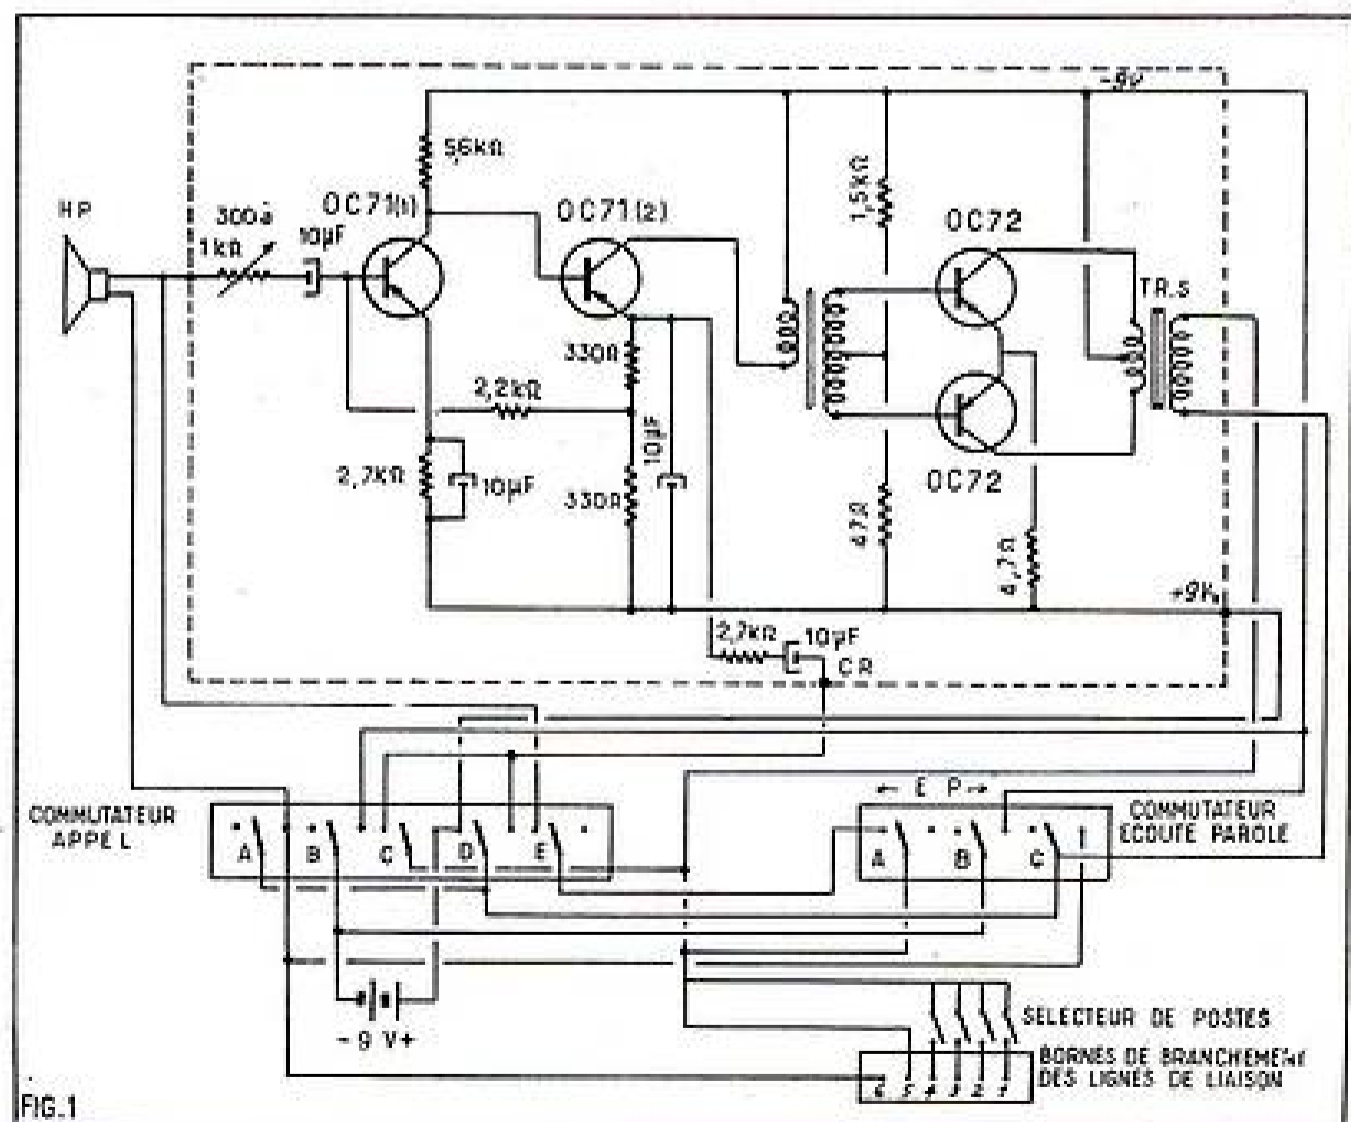

FIG. 1
Le schéma d'un poste est donné à la figure 1. Nous avons entouré l'amplificateur d'un cadre pointillé. Commençons par examiner cet amplificateur. Il comprend trois étages: un étage préamplificateur, un étage Driver et un étage final. L'étage préamplificateur est équipé d'un transistor OC71. La base de ce transistor est attaquée par la source de courant BF (HP utilisé en microphone) à travers un condensateur de $10 \mu F$ en série avec une résistance ajustable de $300-1000 \Omega$. Cette dernière est prévue pour permettre de régler l'adaptation de l'impédance de la source de courant BF à celle d'entrée du transistor. Nous allons voir dans un instant comment la polarisation de la base est obtenue. La stabilisation de l'effet de température se fait par une résistance de 2700Ω découplée par un condensateur de $10 \mu F$ et insérée dans le circuit émetteur. Le circuit collecteur est chargé par une résistance de 5600Ω . La liaison entre cet étage et le suivant: l'étage driver, se fait directement. Comme vous pouvez le constater le collecteur de l'OC71 (1) est relié par une simple connexion à la base de l'OC71 (2) qui équipe l'étage driver. Bien entendu le point de fonctionnement de l'OC71 (1) est réglé de telle façon que la tension collecteur corresponde à la polarisation nécessaire à la base du transistor de l'étage driver. Ce dernier est stabilisé en température par